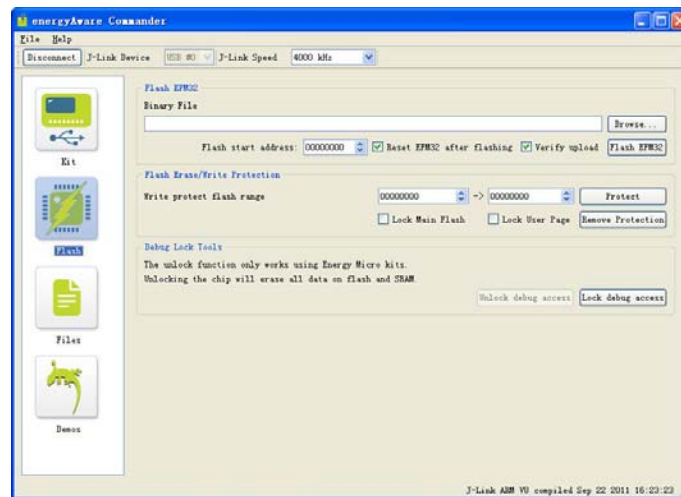

图 4.3 Lock Debug Access 操作
(3)点击界面中左边的【Flash】选项页，在【Debug Lock Tools】栏中【unlock Debug Access】按钮将是灰色无效状态，【Lock Debug Access】为有效状态。点击【Lock Debug Access】按钮即可将目标 MCU 的 SWD 接口进行上锁，如图 4.3 所示。